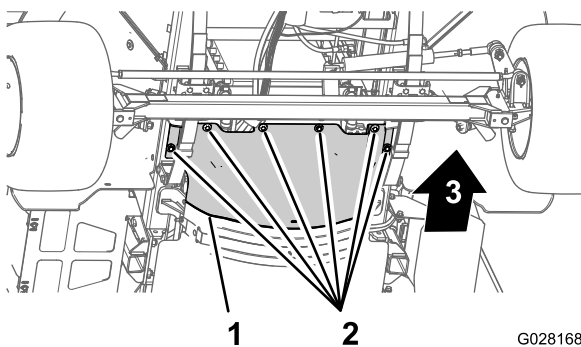

Рисунок 56
3. Выверните 6 болтов с шестигранными головками и снимите 6 шайб, которые крепят передний теплоизолирующий экран к шасси, и снимите экран (Рисунок 56).